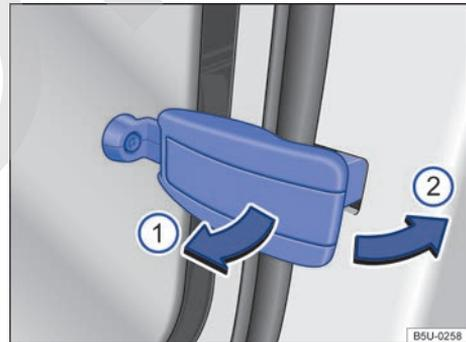

Fig. 34 Cerrar la luneta rebatible.
- Tirar de la palanca de bloqueo en el sentido de la flecha → fig. 34 ① hacia adentro.
- Presionar la palanca de bloqueo en el sentido de la flecha → fig. 34 ② hacia atrás, hasta que se bloquee y la luneta quede cerrada.